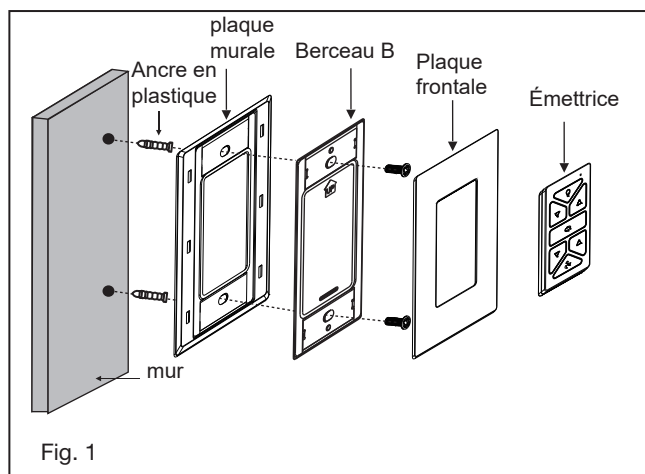

Fig. 1
- 1 Retirez l'une des trois vis du moyeu de montage situé sur le moteur du ventilateur. Desserrez les 2 autres vis. (Ne pas retirer) (Fig. 1)
- 1 Sélectionnez un emplacement souhaité. Utilisez la plaque murale pour marquer l'emplacement des trous de montage. Des chevilles murales en plastique ou des vis de montage sont nécessaires pour cette application. (Fig. 1)